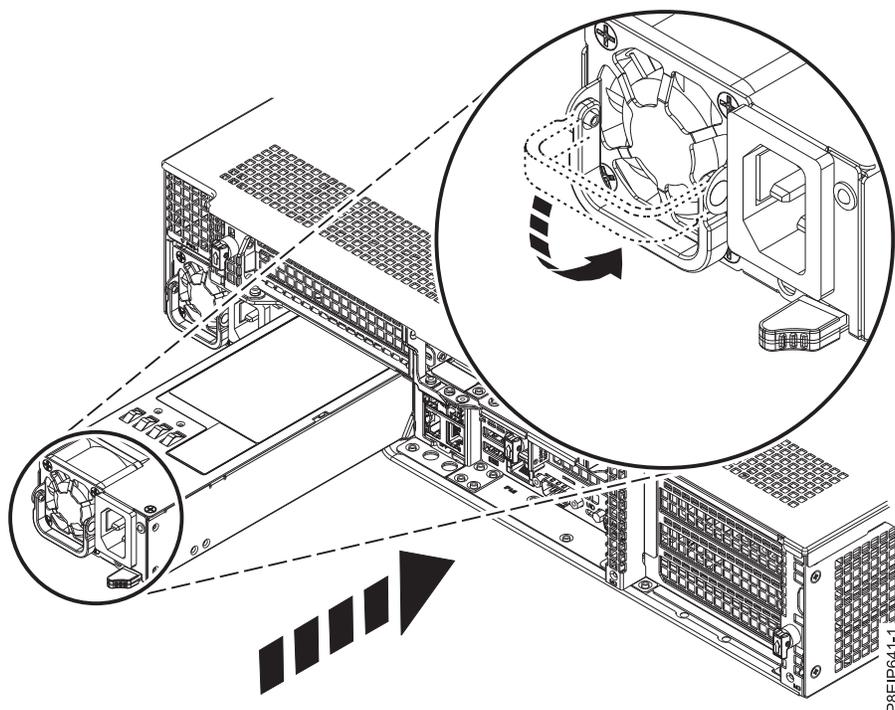

Figura 81. Substituindo a fonte de alimentação no sistema
2. Alinhe a fonte de alimentação com o compartimento conforme mostrado na Figura 81. O ventilador está à esquerda; o plugue está à direita. Deslize a fonte de alimentação no sistema até que a trava seja bloqueada no lugar.